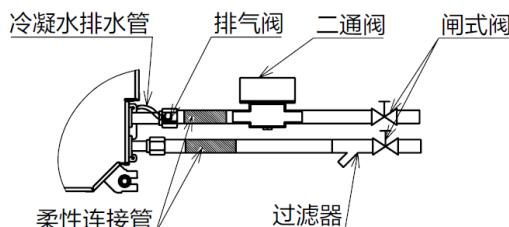

图5.2 建议机组接管方式
(2) 连接机组进出水管时，建议采用柔性连接管转接，并用生胶带密封。接管方式参见图5.2所示。